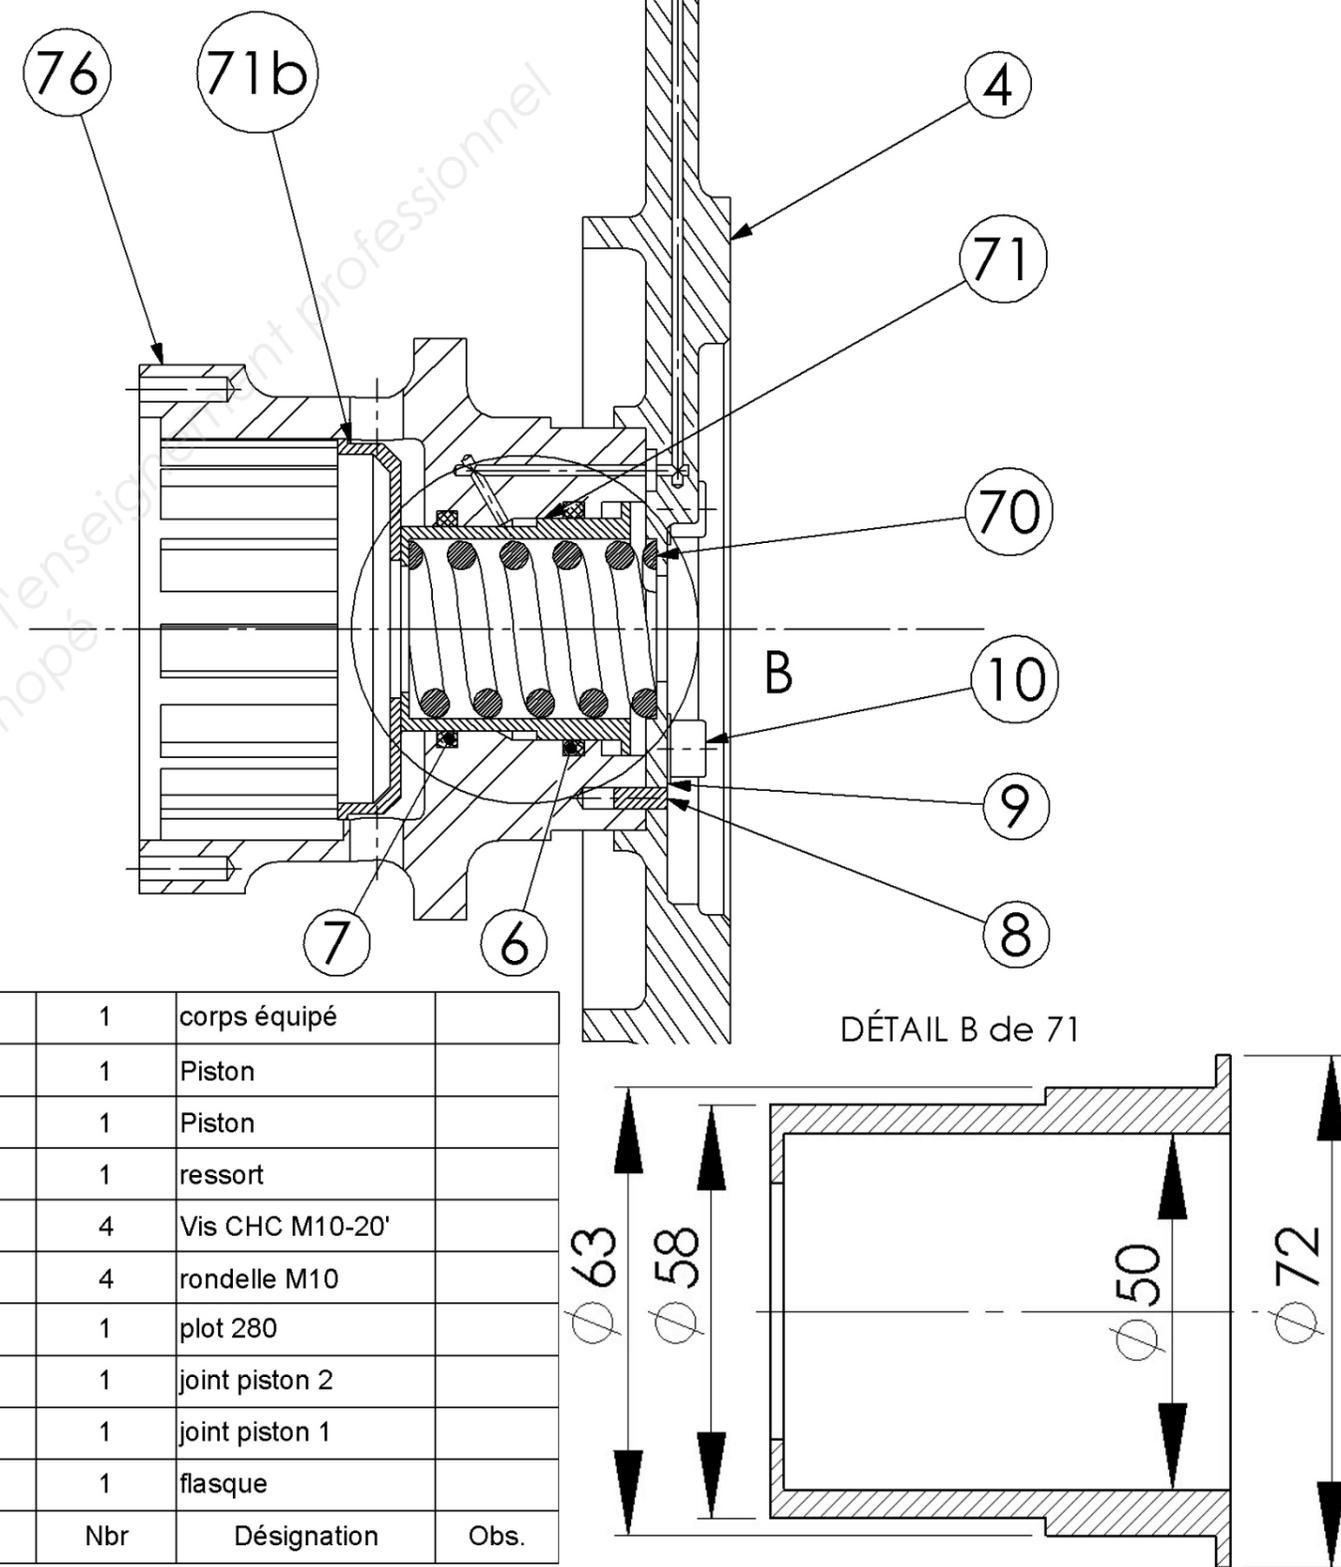

FIG. 8
- d'un arbre de liaison mécanique 69 cannelé à ses deux extrémités non représenté sur le dessin d'ensemble. (FIG. 8)